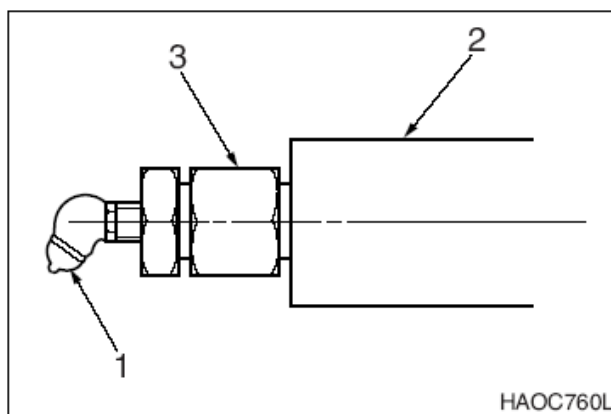

Рис. 101
2. Измерение расстояния (А, рис. 101) между нижней частью боковой рамы и верхом самого нижнего башмака гусеницы. Рекомендуемое натяжение для работы на поверхности любого типа 320 - 340 мм.
5. Регулирование натяжения гусеницы выполняется через смазочный фитинг (1, рис. 101) в середине каждой боковой рамы. Добавление смазки увеличивает длину регулировочного цилиндра (2). Чем длиннее регулировочный цилиндр, тем больше давление натяжной пружины, выталкивающей натяжное колесо гусеницы.
6. Если нет достаточного провисания или зазора гусеничной ленты и регулирование выполнено слишком туго, натяжное колесо и регулировочный цилиндр могут сместиться назад, в результате чего вытечет смазка через отверстие в регулировочном цилиндре (2, рис. 101) и постепенно ослабнет клапан (3, рис. 101).
Не ослаблять и не удалять смазочный фитинг (1, рис. 101), пока давление не будет постепенно спущено через ослабленный клапан (3, рис. 101).